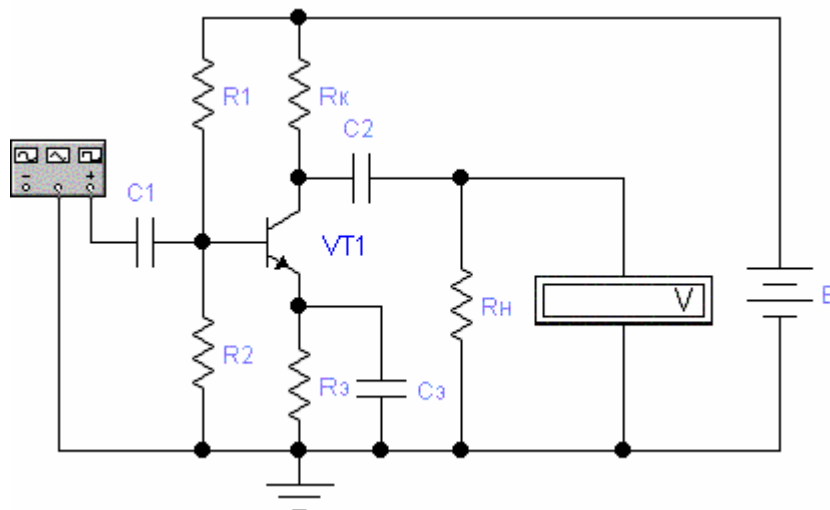

Рисунок 1
1.1 Для схемы усилительного каскада ОЭ (рисунок 1) и указанных параметров элементов предварительно рассчитать значение резистора R1 при условии  $U_k = 0,5E$ . Рассчитать рабочий режим транзистора ( $I_k$ ,  $U_{кэ}$ ,  $I_b$ ).